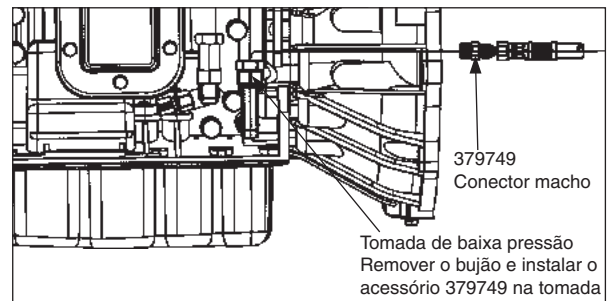

Fig. 4
7. Depois, remover o bujão da tomada de baixa pressão no lado direito (lado do passageiro da caixa de velocidades) e instalar o adaptador macho ref.^a 379749 na tomada. (**Fig. 4**.)